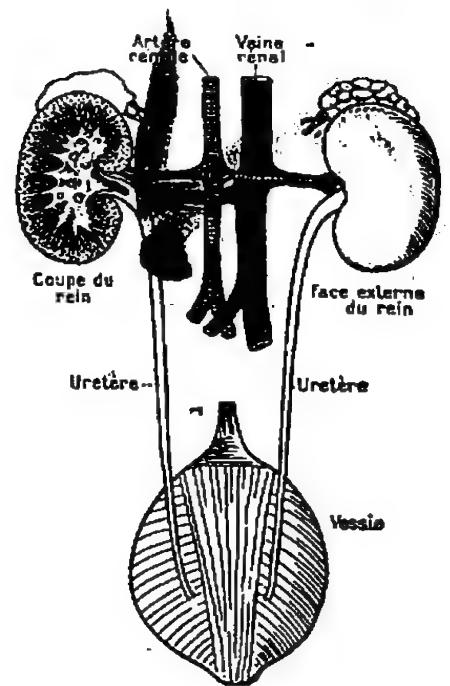

Fig. 154. — Appareil urinaire.
**10. Les reins filtrent le sang.** — Les reins (fig. 154), au nombre de deux, ont la forme d'un haricot et sont situés dans l'abdomen, de chaque côté de la colonne vertébrale.